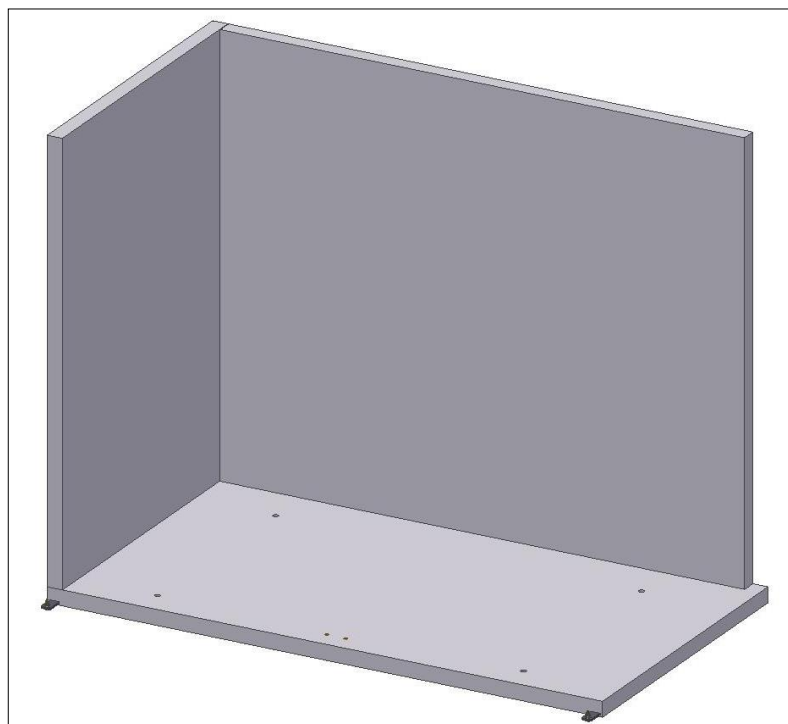

Fig. 4
- Fixer le **panneau latéral gauche** au panneau du fond et serrer seulement le fond (Fig.4);